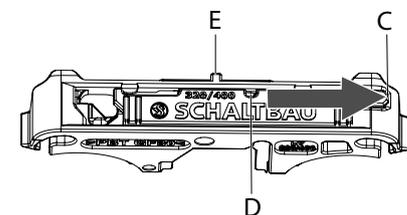
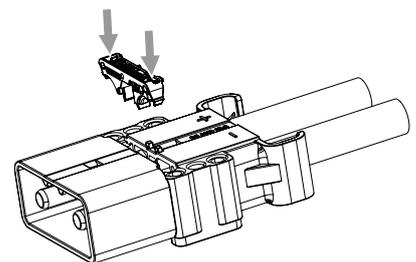

Abb. 22:
Abb. 23:
- Sicherstellen, dass sich der Riegel am Schieber in entriegelter Position befindet (Abb. 22).
- Riegel ganz nach rechts geschoben (C).
- Aussparung (D) des Riegels und Balken (E) des Grundkörpers stehen nicht übereinander.
- Schieber auf beiden Seiten eindrücken, bis er hörbar einrastet (Abb. 23).